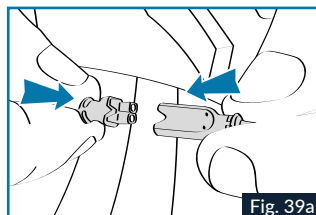
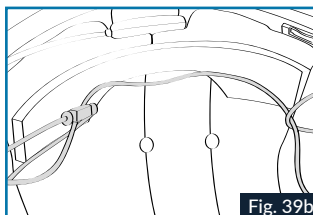

Fig. 39a
Fig. 39b
11. Effectuer les branchements des speakers (connecteur noir 2 branche), et le clavier suivant la Fig.39a, puis faite passer le câble du speaker droite comme indiqué sur la Fig.39b